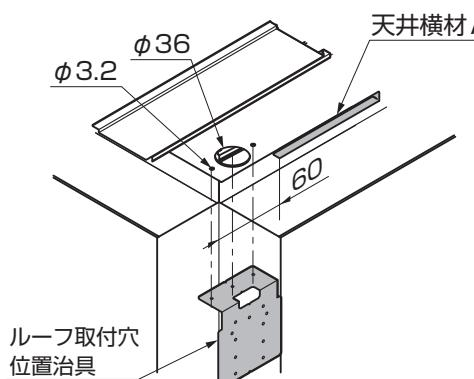

図11-32 A部詳細図
- 天井横材Aは縦樋がつく側の端部から60mmの範囲は取付けないでください。(図11-32参照)